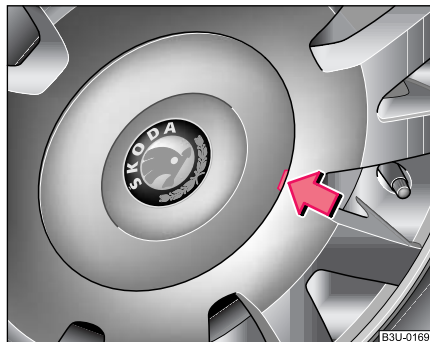

Fig. 143 Retirar los embellecedores de rueda
- Separe el embellecedor de rueda apalancando con cuidado mediante un gancho extractor ⇒ fig. 143. ■